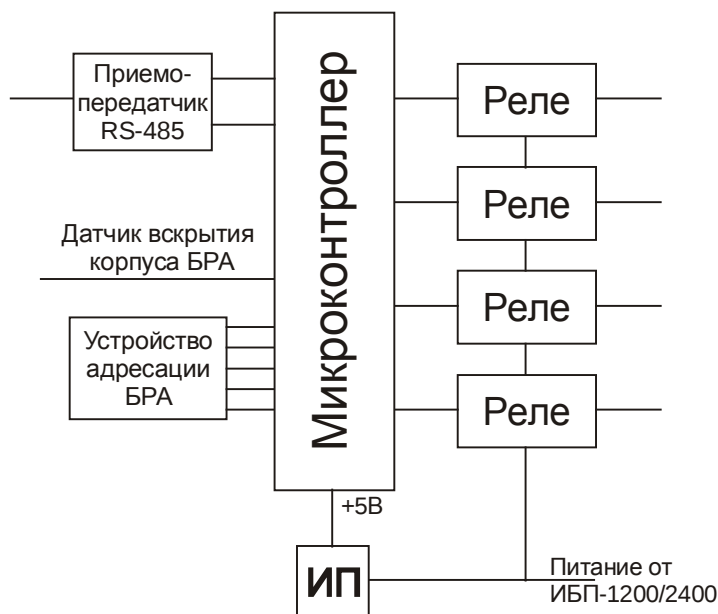

Рис. 1 Электрическая структурная схема БРА-03-4
4.1. На Рис. 1 приведена электрическая структурная схема БРА.